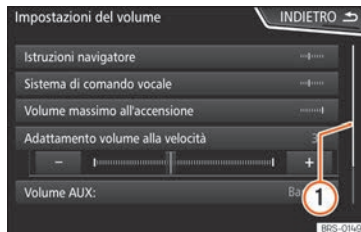

Fig. 193 Voci di un elenco di un menu di impostazioni.
La barra di scorrimento appare a destra e le sue dimensioni dipendono dal numero di voci dell'elenco » **fig. 193 ①**.